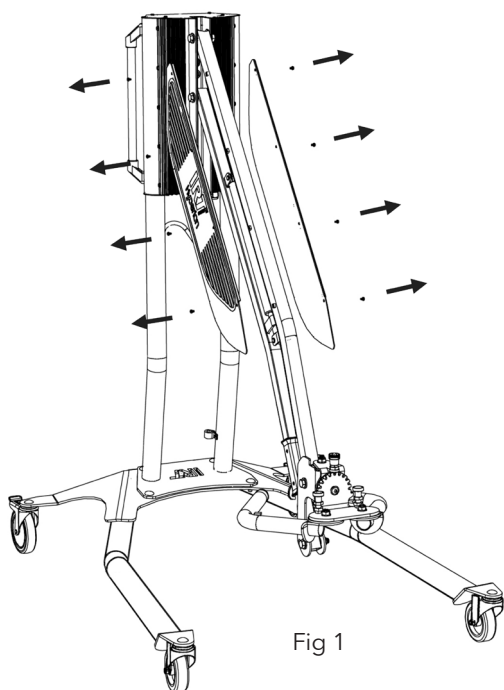

Fig 1
1. Rimuovere le quattro viti di fissaggio della piastra situata su ambo i lati del braccio. (fig 1)